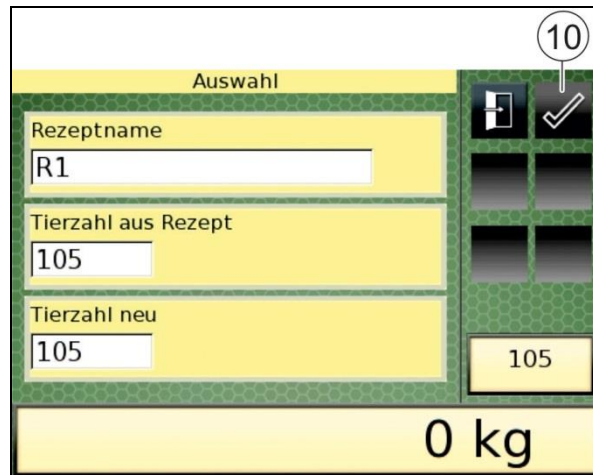
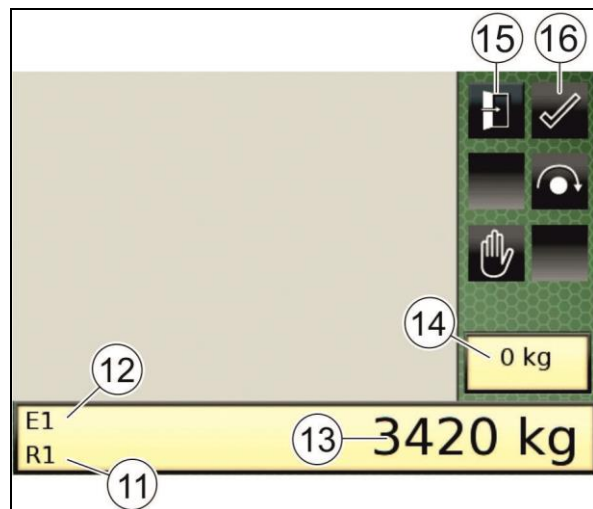

Fig. 223
Fig. 224
- Im Terminal erscheint anstelle des Kamerabilds eine Übersicht des gewählten Rezepts (Fig. 223) mit:
- 7. Bestätigen Sie Ihre Eingabe durch Drücken der Taste „Bestätigen“ (10).
- Der Entlademodus wird gestartet. Die Bildschirmanzeige „Entlademodus“ erscheint (Fig. 224).